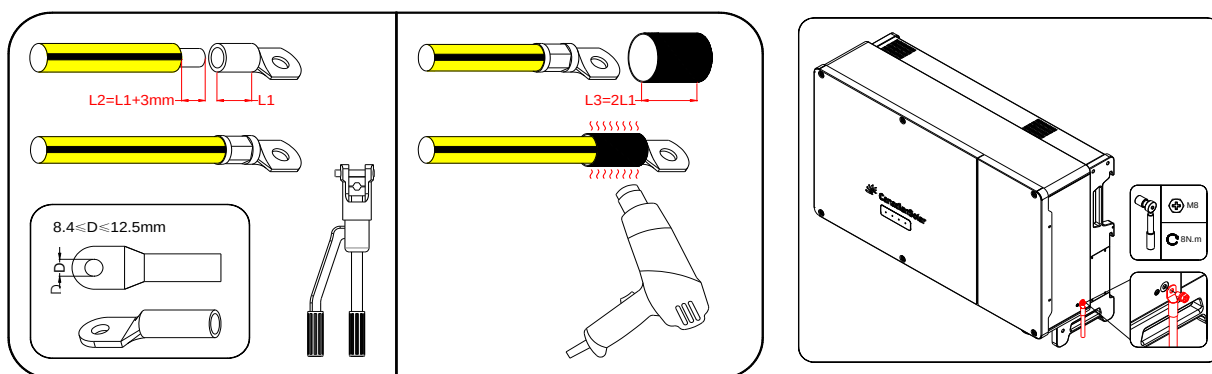

FIG 5-2 Instale cabos de aterramento
Passo 1 Prepare o cabo e o terminal conforme mostrado na FIG 5-2.